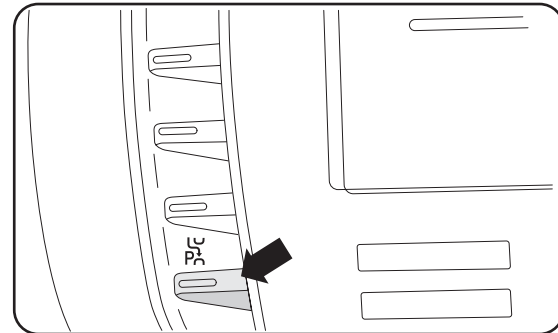

fig. 82
- **Activation** : la pression du bouton fig. 82 lance la phase de recherche.
L'activation du système se fait en appuyant sur le bouton fig. 82 et dès qu'il est activé, le système se place en mode de recherche. La DEL allumée sur le bouton indique l'activation du système. Étant donné que le système reconnaît les emplacements de parking même lorsqu'il est désactivé, il est possible d'activer le système juste après être passé devant un emplacement qui semble convenir. Si le système a effectivement repéré l'emplacement de parking, la phase de recherche est inutile et le système indiquera au conducteur les opérations à effectuer pour la manœuvre.
Pendant la phase de recherche, la vitesse doit être inférieure à environ 30 km/h ; si elle atteint environ 25 km/h, le conducteur recevra un signal lui demandant de diminuer sa vitesse, si elle dépasse environ 30 km/h, le système sera désactivé. Dans ce cas, le système devra être réactivé en appuyant sur le bouton A-fig. 82.